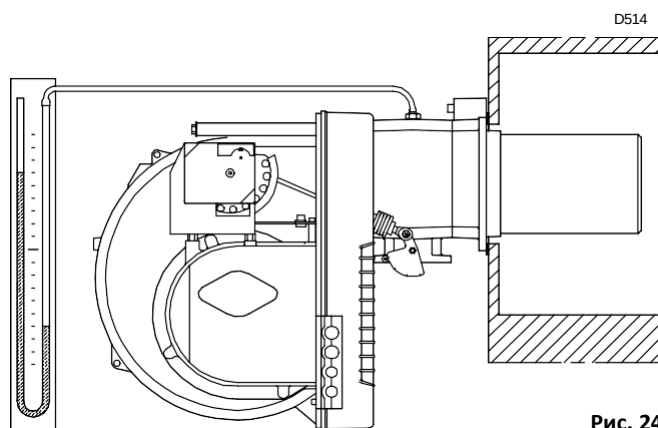

Рис. 24
- > Подсоедините U-образный манометр (Рис. 24) к контрольной точке давления газа на соединительном патрубке.
Поступление газа к горелочной трубе (втулке/патрубку) определяется с помощью U-образного манометра (Рис. 24 на стр. 24).
приблизительную оценку можно получить из таблиц на странице 5: просто считайте давление газа по U-образному манометру (см. Рис. 24 на стр. 24) и следуйте инструкциям, приведенным на странице 20.